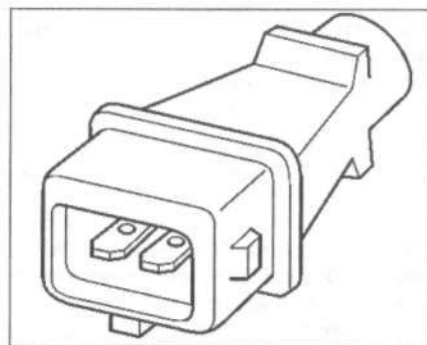

Рис. 6.92. Измерьте сопротивление между контактами разъема.
3. Измерьте сопротивление между контактами разъема (рис. 6.92). **Заданное значение:** 80-120 Ом.